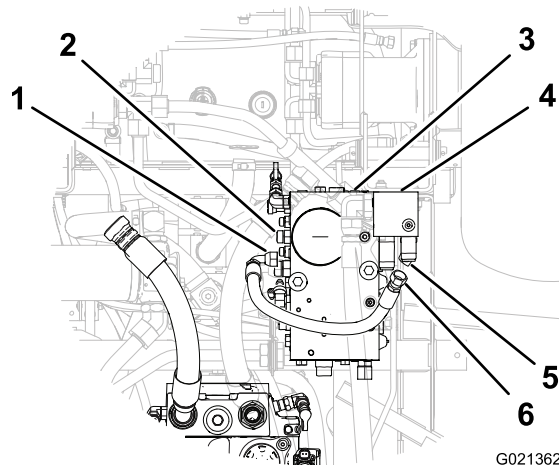

Figura 7
1. Remova o encaixe da mangueira interior para a mangueira do controlo de tracção do encaixe hidráulico na porta (CH1) do colector de combinação (Figura 7).